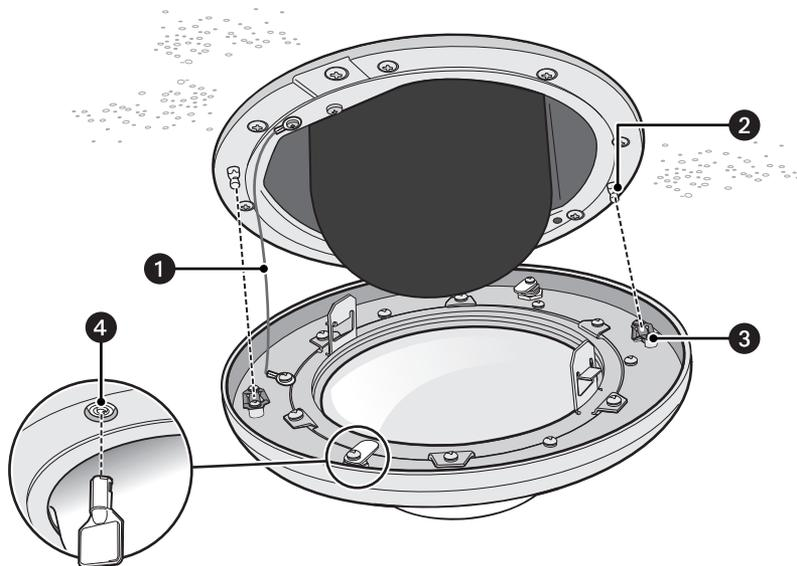

Figura 14. Instalação do dome inferior de serviços pesados embutido no teto
1. Encaixe a presilha na correia de ajuste inferior no orifício na borda da back box (consulte figura 14).